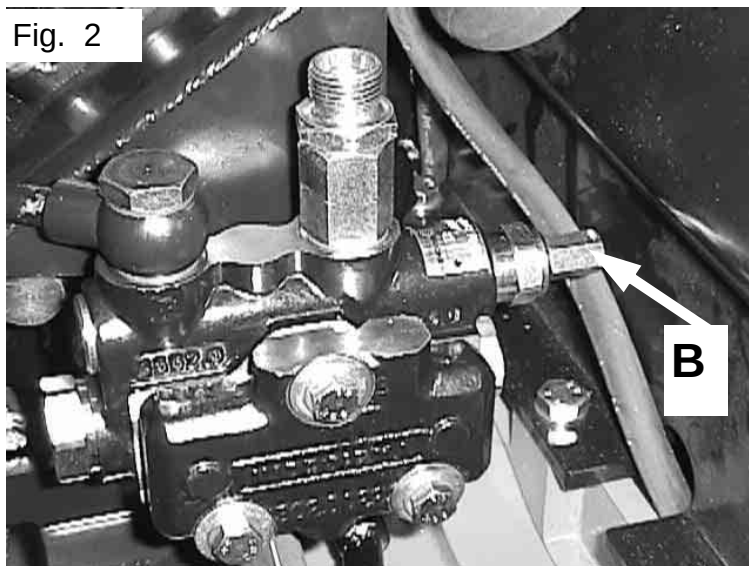

Fig. 2
- actuar sobre la tuerca C de la fig.2 hasta que el espesor D entre en ligero contacto con la palanca E.
No olvidar engrasar los casquillos internos de apoyo de los pedales frenos, mediante los engrasadores **F** de la fig.2. (página precedente).
En fig.2 con el detalle B se muestra la válvula de máxima del circuito hidráulico principal, que determina la presión máxima de funcionamiento de los distribuidores delanteros y traseros (190 bar) y que está colocada después de la dirección hidrostática en la placa de apoyo de los distribuidores delanteros que pueden estar presentes o no en el tractor.
La válvula de máxima que aparece en la fig.2 está montada en la placa de apoyo distribuidores delanteros indicada con el n° 5 en el esquema hidráulico de pág.2